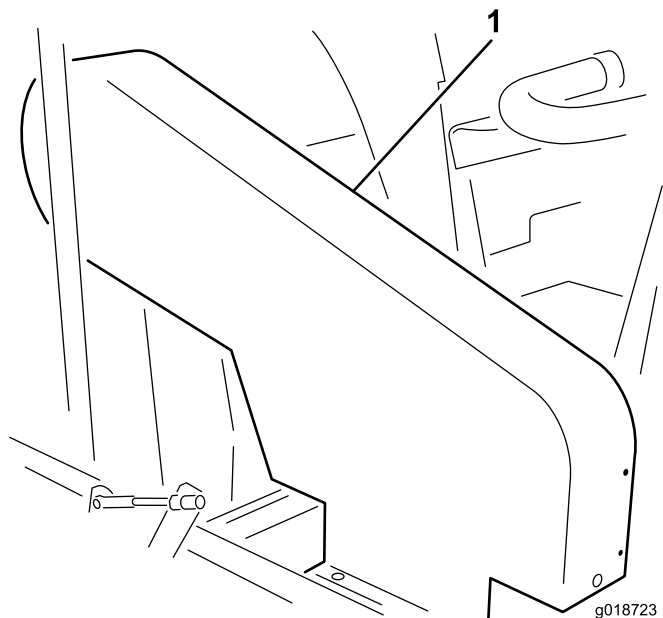

图19
**注意：** 检查皮带张紧力无需卸下上皮带防护罩（图19）。如果由于某种原因必须拆下皮带防护罩，请卸下将防护罩固定至机架的 4 个螺栓、垫圈和螺母。切勿在未安装防护罩时操作机器。
使用 18~22N 的力按压叶轮与离合皮带轮之间的皮带中间位置，检查皮带的张紧力。皮带应下压 1.27cm。如果下压程度不正确，请调节叶轮传动皮带。如果下压正确，请继续正常操作（图19）。
使用 18~22N 的力按压中间动轴与离合皮带轮之间的皮带中间位置，检查皮带的张紧力。皮带应下压 6.35mm。如果下压程度不正确，请调节中间动轴皮带。如果下压正确，请继续正常操作（图19）。
1. 卸下将上防护罩固定到机架的 4 个螺栓、垫圈和螺母（图19）。